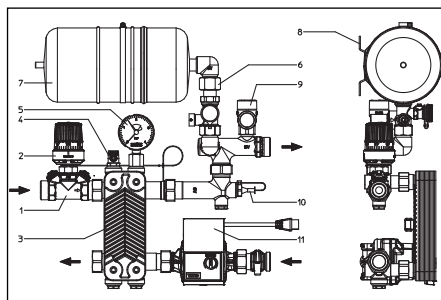
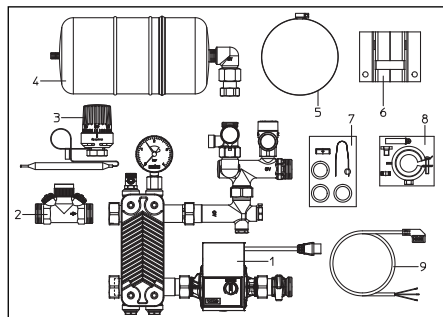

Fig. 5.1 Vue d'ensemble «Regufloor HX»
Fig. 6.1 Fourniture
- Monter le robinet de réglage «Hycocoon HTZ» (pièce 2, fig. 6.1) sur l'aller, du côté primaire de l'ensemble (pièce 1, fig. 6.1).
- Monter l'ensemble prémonté (pièce 1, fig. 6.1) dans le coffret à l'aide du jeu de montage (pièce 8, fig. 6.1).
- Visser le vase d'expansion à membrane (pièce 4, fig. 6.1) sur le robinet à chape plombable (pièce 6, fig. 5.1) et le fixer au rail du coffret à l'aide du collier et de la plaque de fixation (pièces 5 et 6, fig. 6.1).
- Visser le régulateur de température (pièce 3, fig. 6.1) sur le robinet de réglage «Hycocoon HTZ». Introduire la sonde dans la douille plongeuse montée sur l'aller du côté primaire (pièce 10, fig. 5.1) et la fixer à l'aide de la vis en veillant à ce que le tuyau capillaire ne soit ni plié, ni aplati.